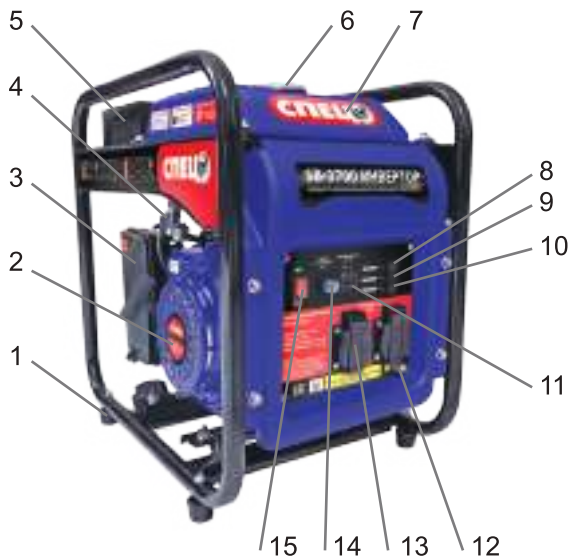

Рис.1. Общий вид SB-3700 ИНВЕРТОР
4.3. Основные элементы генератора показаны на рис.1.